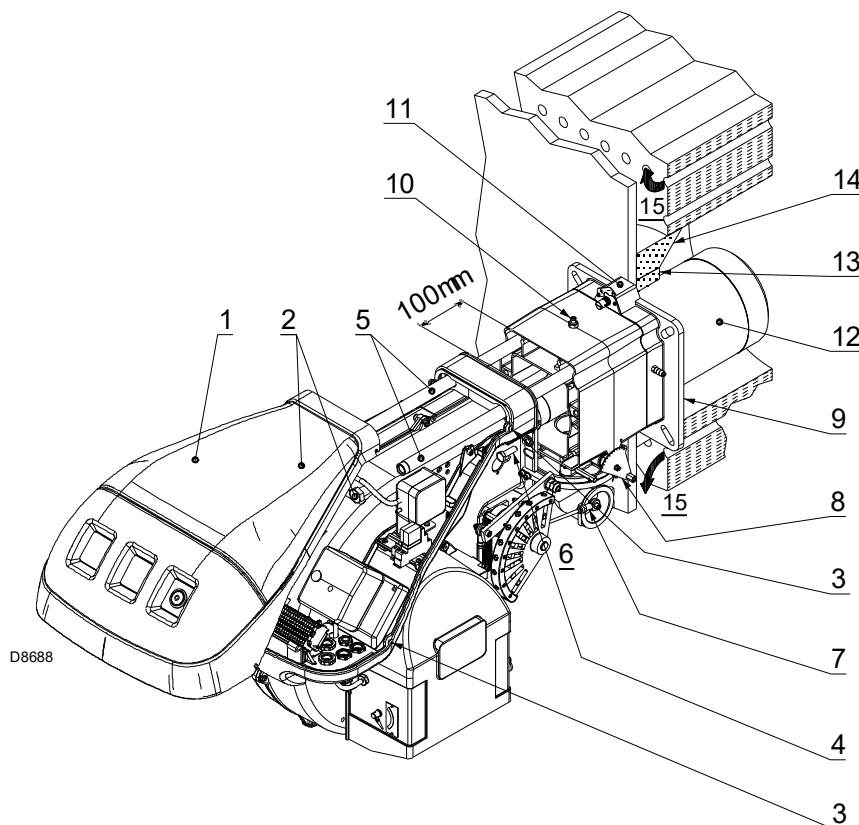

Fig. 11
La longueur de la buse 12)(Fig. 11) doit être choisie en fonction des indications du constructeur de la chaudière et, dans tous les cas, elle doit être supérieure à l'épaisseur de la porte de la chaudière munie de réfractaire.
Pour les chaudières avec circulation des fumées sur l'avant 15)(Fig. 11), ou avec chambre à inversion de flamme, réaliser une protection en matériau réfractaire 13), entre le réfractaire de la chaudière 14) et l'embout 12).
Séparer, ensuite, la tête de combustion du reste du brûleur, comme illustré sur la Fig. 11.
Une fois cette éventuelle opération effectuée, fixer la bride 11)(Fig. 11) à la plaque de la chaudière en intercalant l'écran isolant 9)(Fig. 11) fourni.
- remonter le brûleur sur les glissières 3) à environ 100 mm du manchon 4) - brûleur en position illustrée sur la Fig. 11 à la page 15;